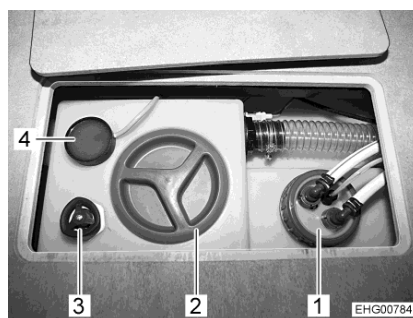

Fig. 130 Tirador giratorio (depósito de agua)
- Girar el tirador giratorio (Fig. 130,3) sobre el depósito de agua en sentido contrario a las agujas del reloj, hasta sentir resistencia. El agua se saldrá hasta aprox. 20 litros.
- Girar el tirador giratorio (Fig. 130,3) sobre el depósito de agua en sentido de las agujas del reloj, hasta el tope.